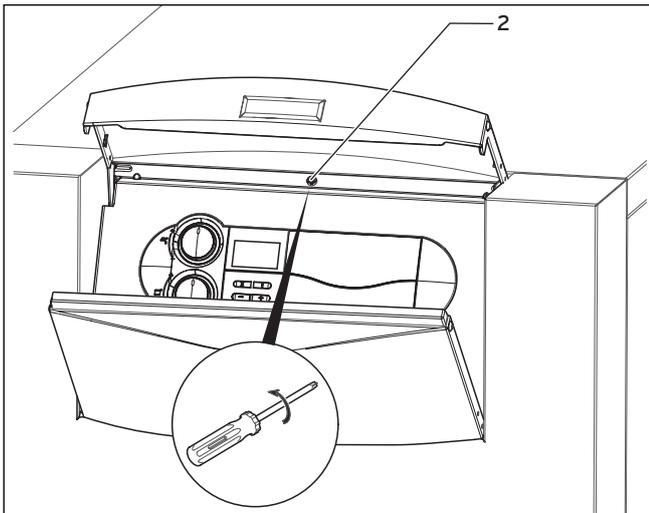

Abb. 5.2 Frontverkleidung entfernen
- Drehen Sie die Schraube (**2**, Abb. 5.2) oberhalb vom Multifunktionsschaltfeld heraus.